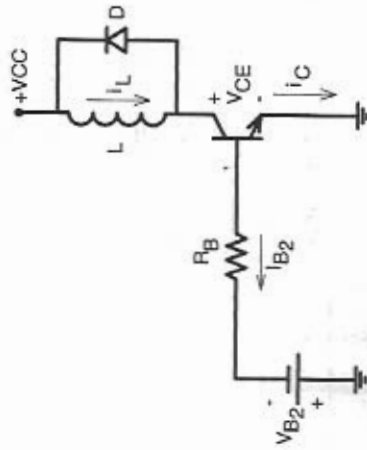

Fig. 5.11: Tempo de crescimento da tensão V_{CE} .
- 3ª etapa: crescimento da tensão V_{CE} , t_v (Fig. 5.11).